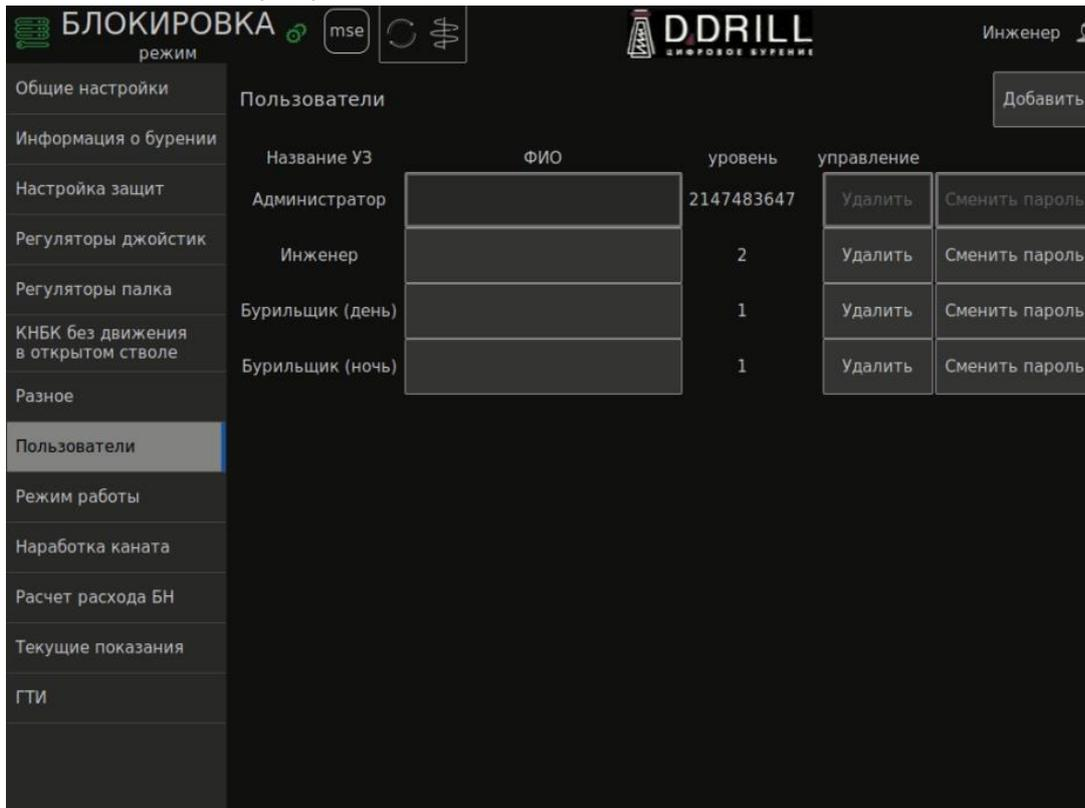

Рис. 4
4. Для выбора пользователя, необходимо на основной мнемосхеме нажать на область 3, рисунок Рис. 4. При этом появится выпадающий список пользователей. В нём найти и выбрать нужную позицию.